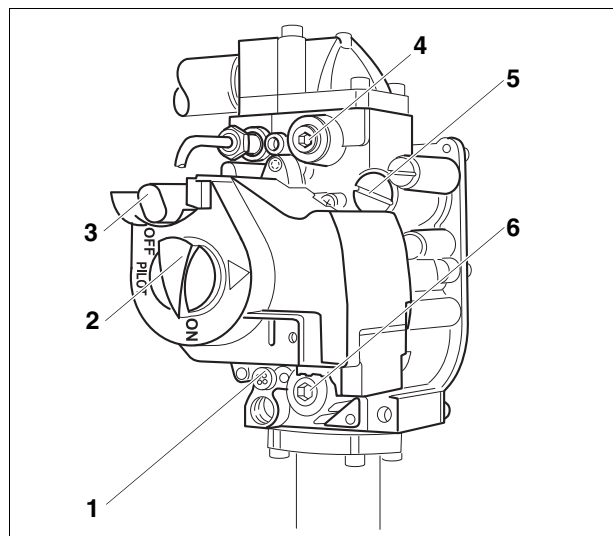

Fig. 37 Bloc gaz G124X SP
46. Retirer la vis de protection pour le réglage de pression aux injecteurs d'allumage (→ fig. 37, page 40). Tourner la vis de réglage interne dans le sens des aiguilles d'une montre pour diminuer la flamme d'allumage, ou en sens inverse pour l'agrandir.
47. Après avoir réglé la vis de protection (→ fig. 37) resserrer à nouveau de manière suffisante.
48. Tourner le bouton de mise en marche du bloc gaz (→ fig. 37) sur « ON » dans le sens inverse des aiguilles d'une montre. Le bouton de mise en marche du bloc gaz ne peut être mis sur « ON » que si le bouton rouge reset est en haut.
52. Si le brûleur principal ne s'est pas allumé, il faut contrôler l'étanchéité des raccords de gaz avec une solution d'eau savonneuse. En l'absence de fuite, continuer avec l'étape 54. Dans le cas contraire, tourner le bouton de mise en marche du bloc gaz (→ fig. 37) dans le sens des aiguilles d'une montre sur « OFF ». Séparer l'installation de chauffage de l'alimentation électrique.
56. Pour cela, tourner le bouton de mise en marche du bloc gaz (→ fig. 37) sur « OFF » dans le sens des aiguilles d'une montre. La flamme du brûleur principal et la flamme d'allumage s'éteignent.